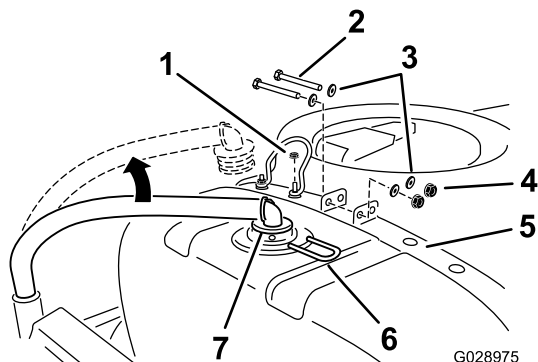

Figura 7
4. Desligue o tubo de fornecimento na parte traseira e superior do depósito principal (Figura 7).
5. Retire o pino da forquilha que prende o encaixe e depois retire o tubo (Figura 7).
7. Retire a porca de bloqueio interior que prende o batente tampa do depósito à correia esquerda traseira (Figura 7).